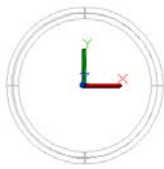

图 10.132 绘制圆环体
(1) 启动 AutoCAD 2012 软件，按 Ctrl+N 键，打开【选择样板】对话框，选择“acad3D.dwg”样板，单击【打开】按钮。
(2) 单击【视图】面板中视图的下拉按钮，选择【俯视】，单击【常用】/【建模】/【圆环体】按钮 ，指定中心点为原点，设置半径为 200，指定圆管半径为 16，按回车键确认，如图 10.132 所示。